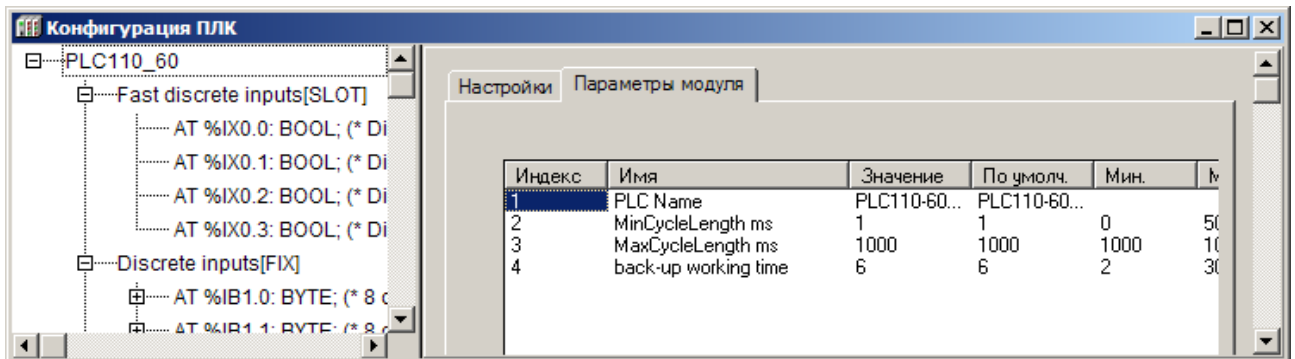

Рисунок 7.9 – Окно настройки параметров работы ПЛК
- 1) В дереве конфигурации выделить корневой элемент (например, «PLC110-60», см. рисунок 7.9).
- 2) В области задания параметров – перейти на вкладку «Параметры модуля (ModuleParameters)», щелчком левой кнопки мыши в требуемой ячейке списка параметров, переведя запись значения, установленного по умолчанию, в режим редактирования (см. рисунок 7.9).